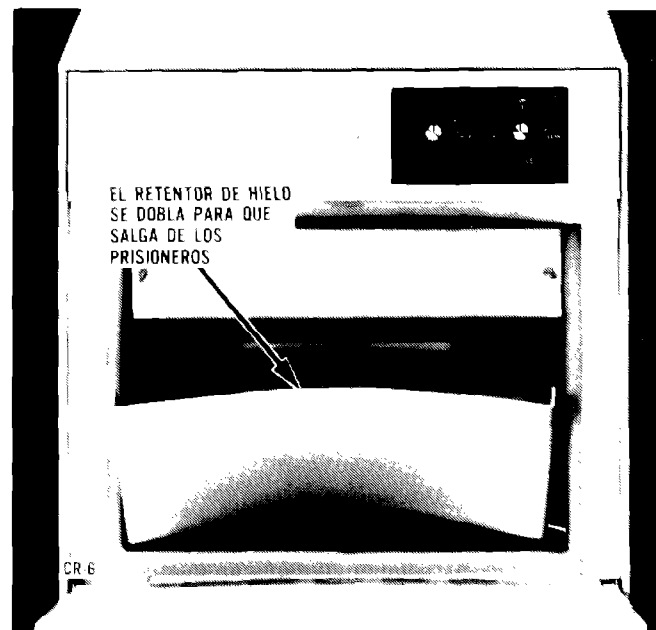

FIGURA 6
11. Desmontar el deflector retentor de hielo (Figura 6).